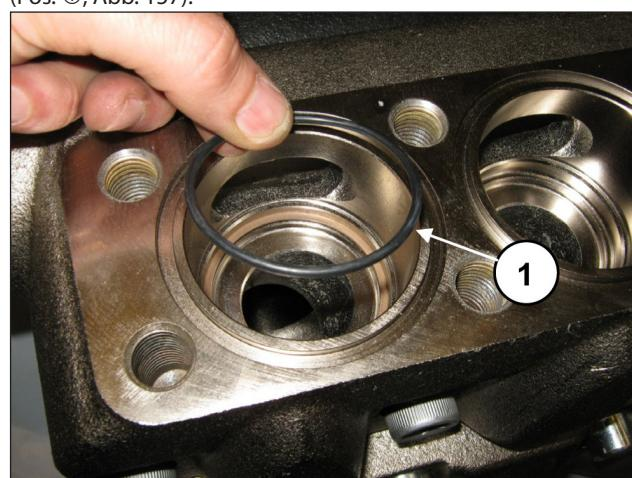

Abb. 157
Setzen Sie den O-Ring ein, Pos. 24 Explosionszeichnung (Pos. ①, Abb. 157).